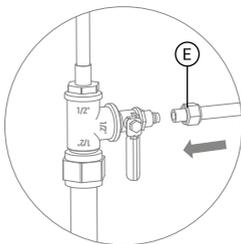
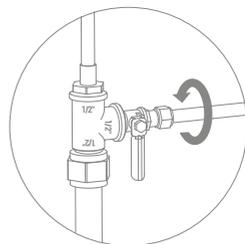

Рис. 7
Рис. 8
9. В гайку (Е) проденьте зеленую пластиковую трубку 3/8" (рис. 7). Конiec трубки наденьте на штуцер адаптер-вентилем до упора и плотно накрутите гайку (рис. 8).